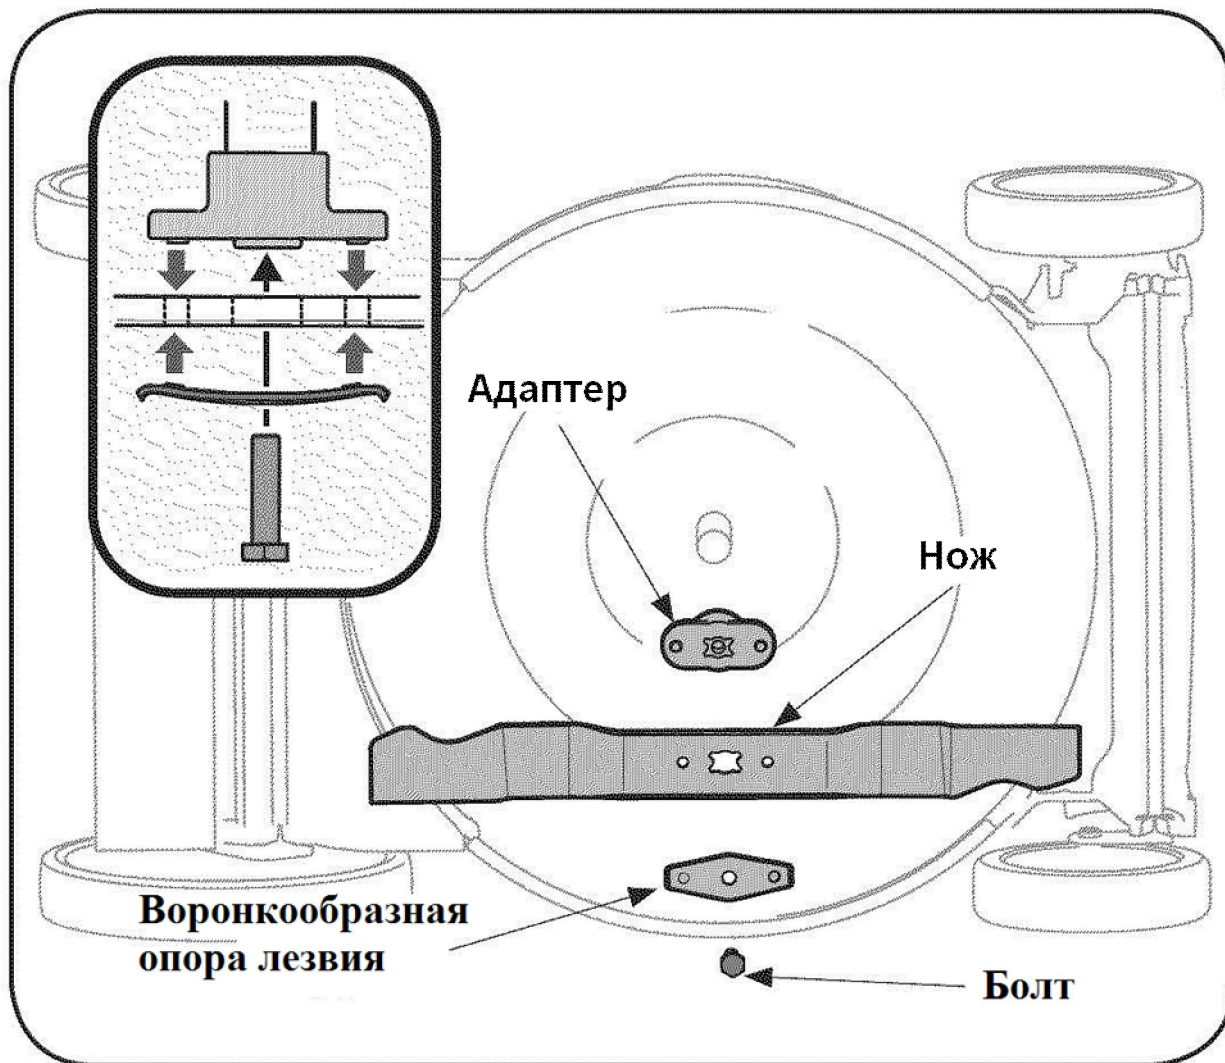

РИС. 19
2. Отверните болт и воронкообразную опору лезвия, используемую для крепления лезвия и адаптера на коленчатом вале двигателя (см. Рис. 19).
5. Нанесите жидкую смазку на коленчатый вал двигателя и внутреннюю поверхность адаптера. Установите адаптер на коленчатый вал. Расположите нож на переходнике таким образом, чтобы сторона с маркировкой «Bottom (низ)» (или с номером детали) была направлена в сторону грунта, если газонокосилка находится в рабочем положении. Убедитесь в том, что нож выровнен надлежащим образом и установлен на фланцах адаптера (см. дополнительную небольшую иллюстрацию на Рис. 19).